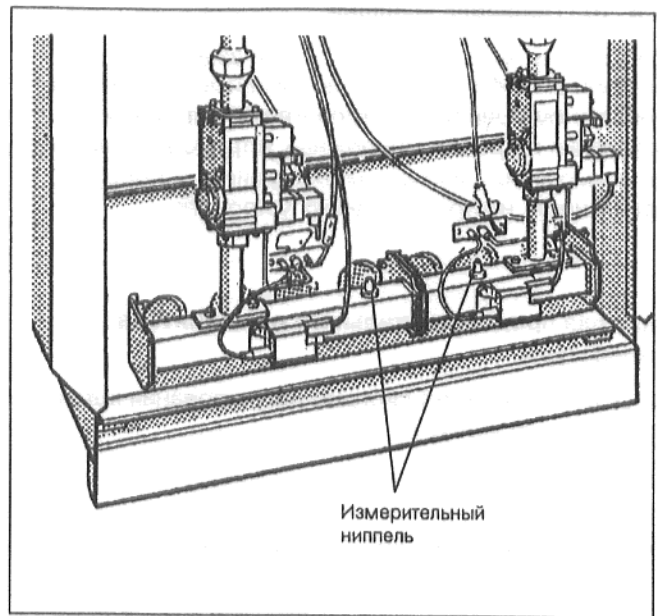

Рис. 29: Измерительный ниппель на трубе распределителя газа
- Ослабить резьбовую пробку измерительного ниппеля на трубе распределителя газа на два оборота (Рис. 29).